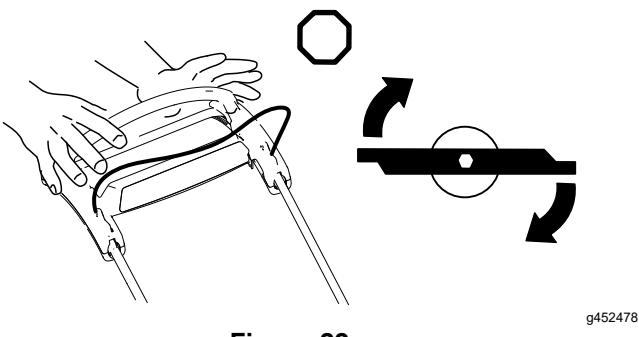

Figura 22
Suelte la barra de control de las cuchillas (Figura 22).
- Si el tapón de descarga trasera no está instalado, sujetelo por el asa, eleve el deflector trasero e introduzcalo en el conducto de descarga trasera hasta que el enganche encaje en su sitio; consulte Figura 22.